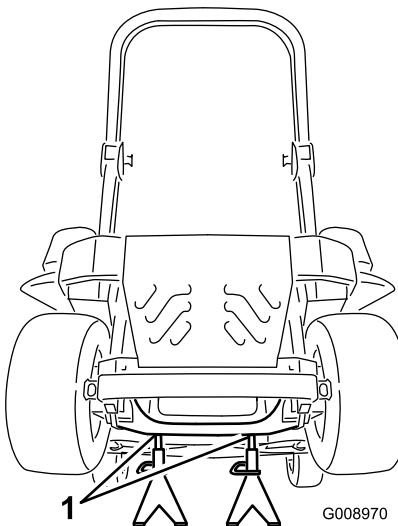

Figure 85
3. Soulevez la machine sur des chandelles (Figure 85).
9. Retirez les chadelles et abaissez la machine (Figure 85).